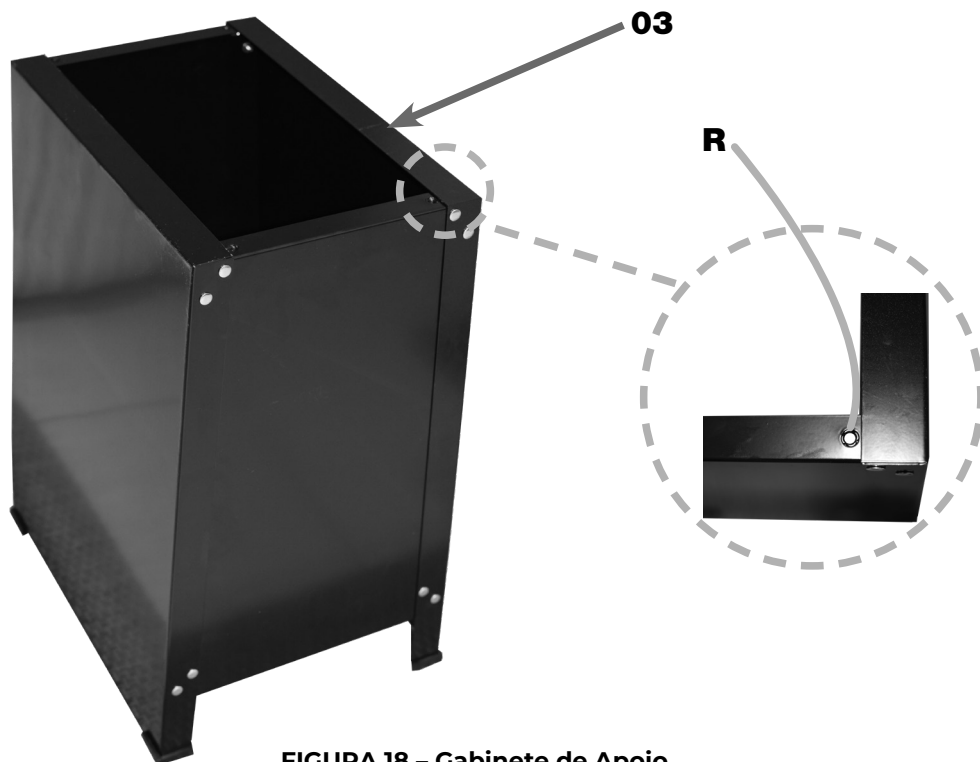

FIGURA 18 – Gabinete de Apoio
3. POSICIONAR a Base (02) sobre a parte superior do Gabinete de Apoio (03), de modo a coincidir os Furos **F** da Base (02) com os Furos Roscados **R**, posicionados sobre o Gabinete de Apoio (03) (figura 18);